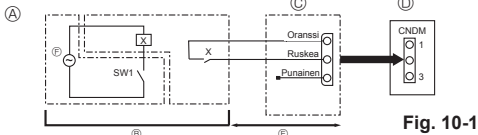

Fig. 10-1
10.1. Hiljainen käyttötila (muutostyö paikan päällä) (Fig. 10-1)